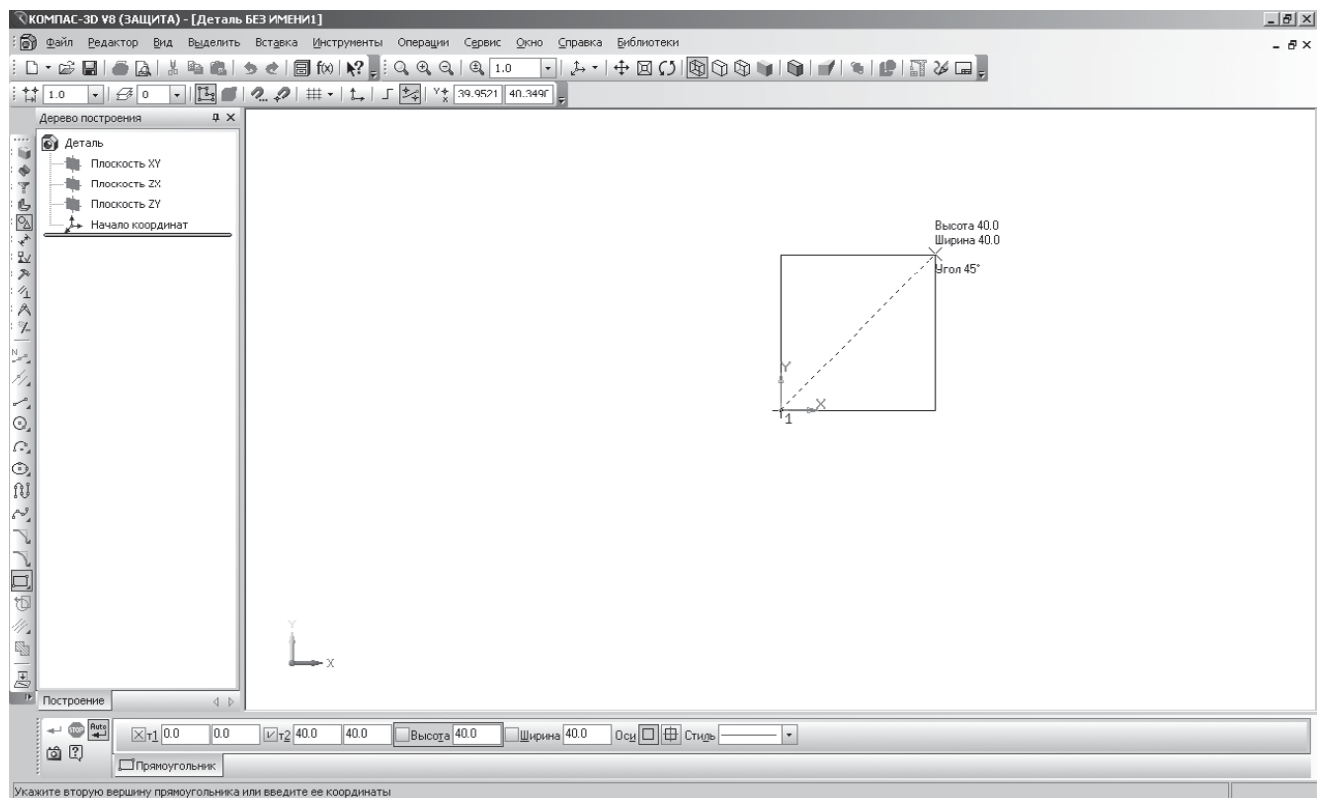

Рисунок 2.2 – Побудова ескізу
Площина для побудови повинна бути розташована паралельно площині екрана. Система КОМПАС-3D створить дане положення автоматично. Для версій нижче 8 на панелі видів встановіть орієнтацію **нормально до** (площина буде розташована паралельно площині екрана) (рис. 2.2);
- побудуйте  – прямокутник висотою 40 мм і шириною 40 мм (рис. 2.2);